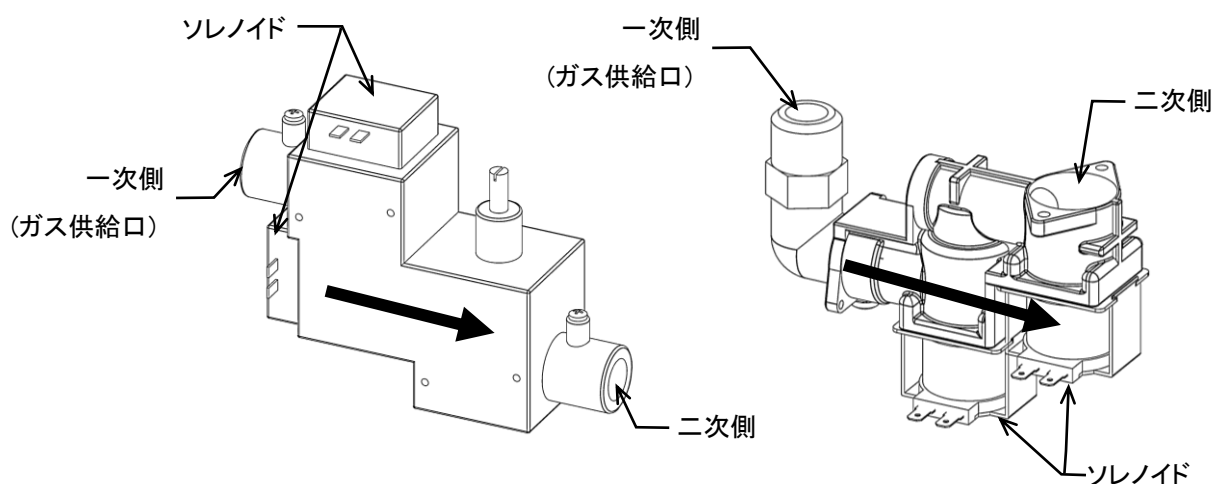

図 9-4(左:VG253、VG383 右:VG143)
9.3.3 ガス電磁弁（図 9-4）
- ・ 炎が正常な状態であることを確認します。(図 9-4)この時、炎がつかない、正常に炎がついてない場合、ガス電磁弁に異常がある可能性があります。直ちにガス本管と機械に取り付けられた手動バルブを閉じること。